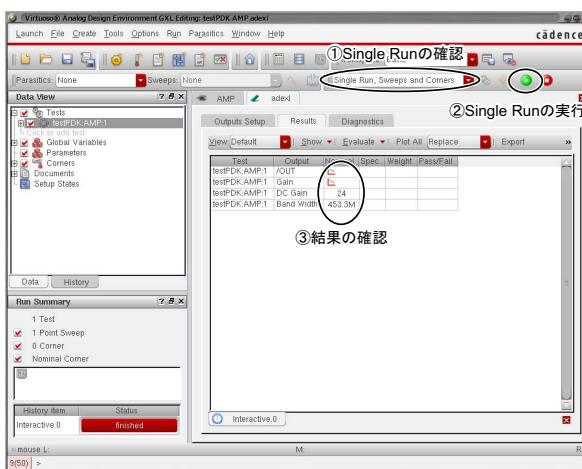

図 85: Single Run 実行後の ADE GXL ウィンドウ
5. この状態で一度シミュレーションを実行し、前節までで行ったシミュレーション結果が再現できるか確認を行う。ADE GXL ウィンドウに戻り、図 85 に示すように、右上に出ている緑色の再生ボタンの左側のプルダウンメニューのところに、Single Run, Sweeps and Corners と表示されていることを確認して、再生ボタンをクリックすると、Single Run シミュレーションが実行される。再度波形ウィンドウが表示